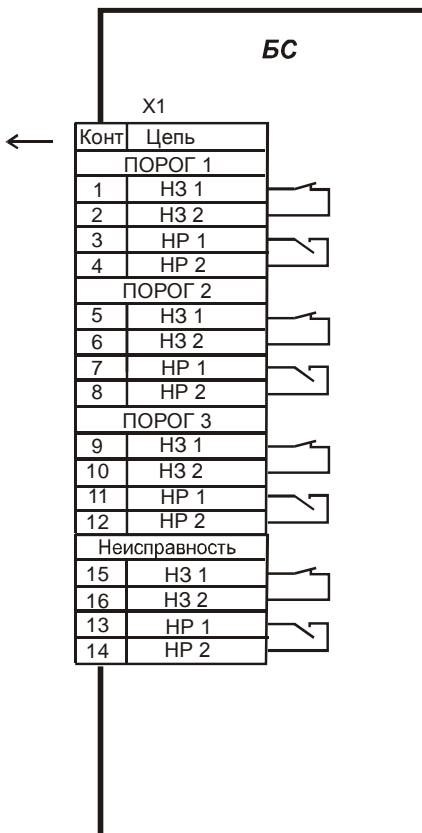

РИС.6
2. Соедините разъем X1/РК-4 с разъемом X2/БС (X3/БС, X4/БС, X5/БС, см. рис. 6 РЭ) с помощью кабеля соединительного. Используя вилку кабельную 2РМ24КПН19Ш1В, изготовьте кабель для подключения к разъему X3/РК-4 устройства для измерения токового сигнала 4-20 мА.